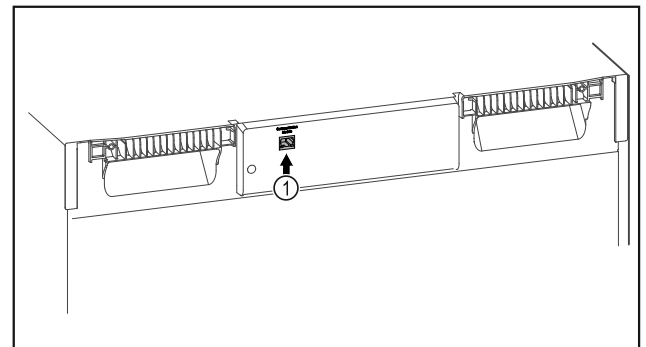

Fig. 98
- SmartModule Fig. 98 (1) er sat i.